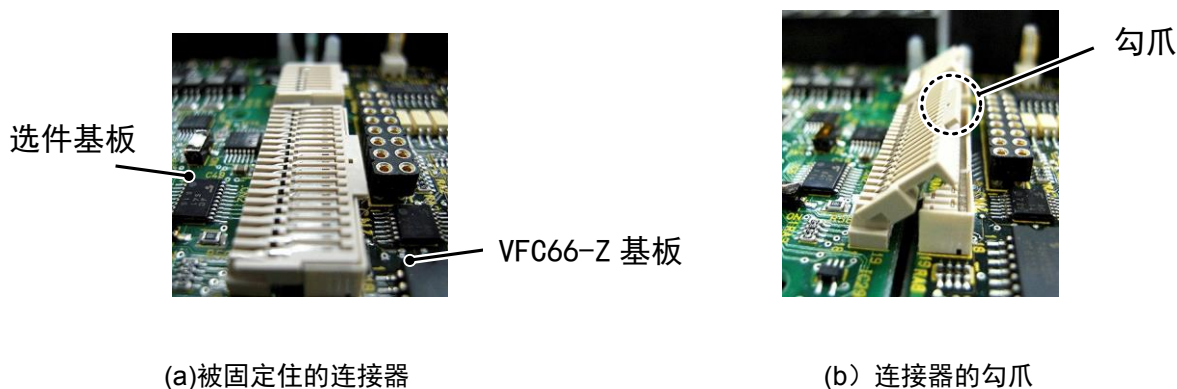

图 5.3 连接器
② 拆下 SET66-Z 基板。请拆下右图中圈标记所示的 4 处螺丝，将 SET66-Z 基板从 VFC66-Z 基板上拔下，将其拆除。
③ 拆下选件基板。解除 VFC66-Z 基板与选件基板间的 2 个连接器的连接。图 5.3(a) 是连接器被连接在一起时的状态。请如图 (b) 所示，向上推按勾爪部位，解除连接器的连接。
⑦请如图 5.3 (b) 所示，将勾爪按下，让选件基板的连接器 CN1 及 CN2 分别与 VFC66-Z 基板的连接器 CN7 及 CN4 嵌合在一起，予以固定。安装好连接器后，如该图 (a) 所示。连接器的可动部分具有弹性，如果安装力较弱可能会松脱，所以请固定牢靠。
⑧请将 SET66-Z 基板按原样安装好。
⑨请将变频器单元护罩的盖板复原。